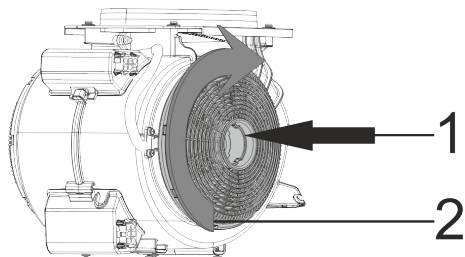

Fig. 9: KUL 10 & KUL 13
- 1- Placer kulfilterne på motorens sider (Fig. 9).
- 2- Sørg for at dreje kulfilterne med urets retning for at låse dem fast (Fig. 9).